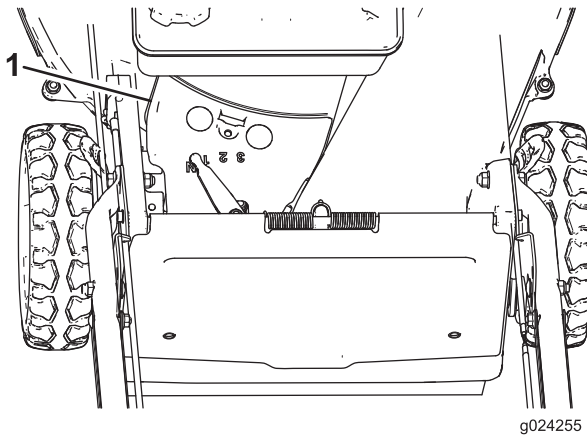

Bild 36
3. Nehmen Sie die Riemenabdeckung (Bild 36) vom Mähwerkgehäuse ab.